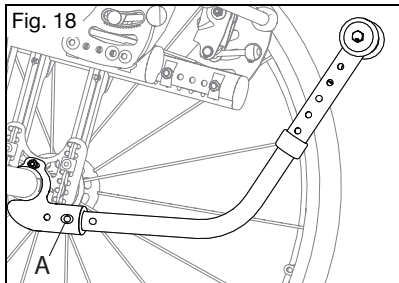

Fig. 18
Como virar os tubos do mecanismo anti-volteio para cima (Fig. 18)
1. Pressione o pino de desbloqueio do tubo do mecanismo anti-volteio posterior (Fig. 18:A).